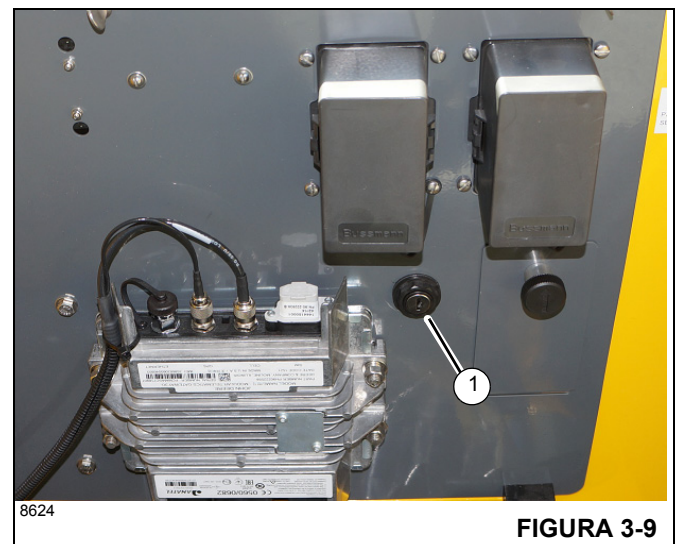

FIGURA 3-9
El tablero de fusibles (1) (Figura 3-9) se encuentra detrás del asiento de la cabina en el conjunto de tablero de relés y fusibles de la cabina. Contienen 20 fusibles que protegen los diversos componentes eléctricos.
El interruptor de anulación de limitadores (1) (Figura 3-9) es un interruptor con llave, de dos posiciones, que se encuentra dentro de la cabina del operador, en el conjunto del tablero, detrás del asiento del operador. En situaciones de emergencia solamente, gire el interruptor en sentido horario para anular los siguientes sistemas limitadores y sus bloqueos de función de grúa: